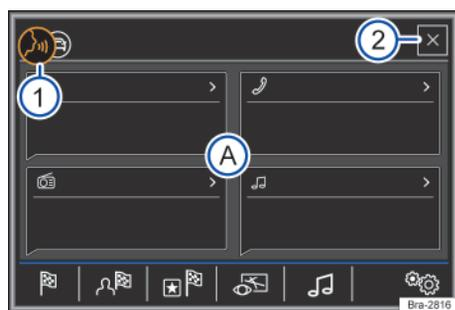

Fig. 168 Comando de voz: exhibición del menú de ayuda y elementos hablados.
- Solamente se debe pronunciar los mandos de voz cuando las señales sonoras y las orientaciones habladas terminen y el símbolo  → fig. 168 ① aparezca en el display.
Se exhibe un menú auxiliar con los comandos de voz más importantes de las áreas activas (por ejemplo, navegación) → fig. 168 A. La exhibición del menú auxiliar puede conectarse y desconectarse en el menú **Configuraciones del comando de voz** → pág. 217.
Solamente se debe pronunciar los mandos de voz cuando las señales sonoras y las orientaciones habladas terminen y el símbolo  → fig. 168 ① aparezca en el display.